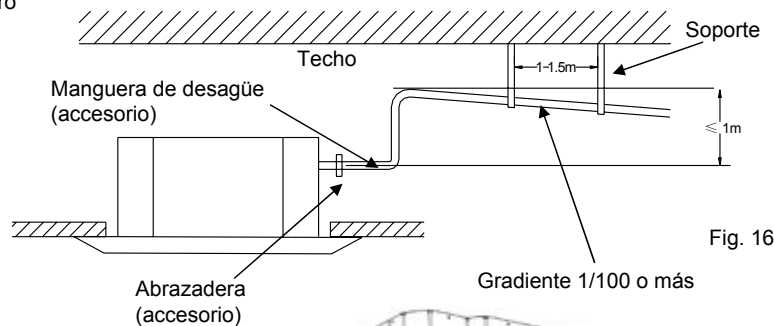

Fig. 16
- Espacie las abrazaderas de sujeción de la conducción de desagüe de 1 a 1,5 m (Fig. 16).